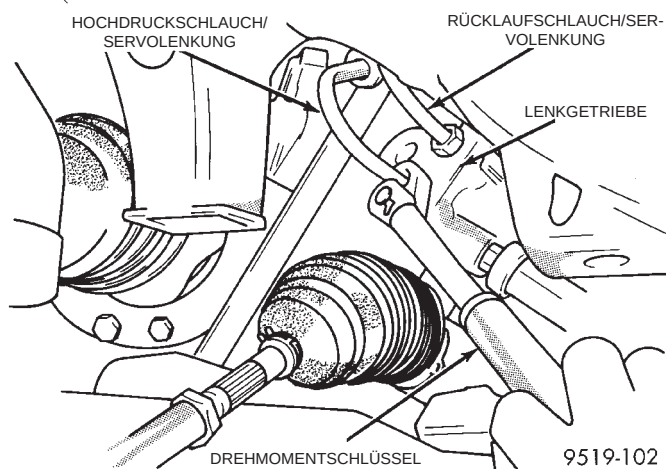

**Abb. 16 Hohlsschraube des Hochdruckschlauchs am Lenkgetriebe festziehen**
(9) Hochdruckschlauch zum Druckanschluß des Lenkgetriebes verlegen. Hochdruckschlauch am Lenkgetriebe montieren und die Hohlsschraube vorerst nur locker aufschrauben. Dann die Mutter mit einem Hahnenfuß-Schlüssel (Abb. 16) mit einem Anzugsmoment von 31 N·m (275 in. lbs.) festziehen.